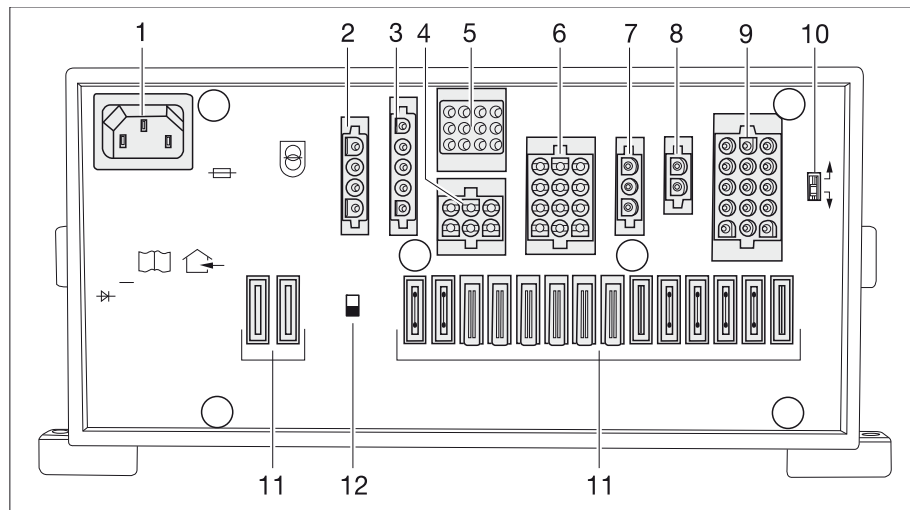

Bild 255 El-block (EBL 119)
- ▷ Batteribrytaren (Bild 255,12) skiljer alla förbrukare som är anslutna på el-blocket från 12 V-nätet.
- ▶ När batteriväljaren (Bild 255,10) är felaktigt inställd kan knallgas bildas. Explosionsrisk!
Med batteriväljaren (Bild 255,10) kan el-blockets laddningsmodul ställas in för fordonets bodelsbatteri ("bly-gel", "bly-syra" eller AGM).